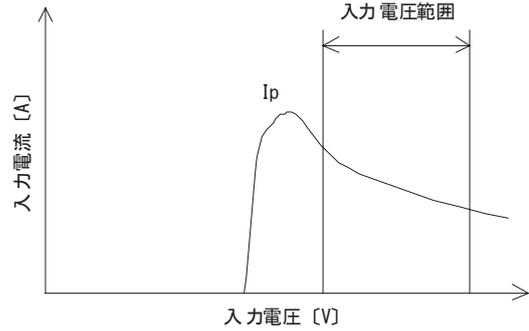
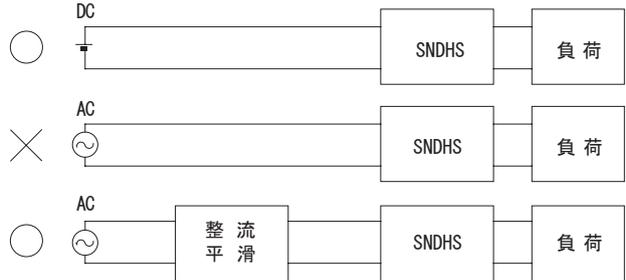
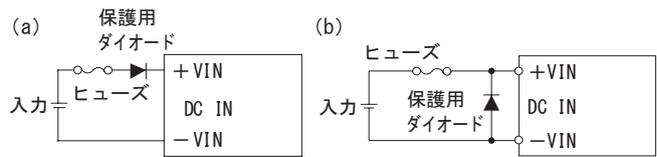

図3.2 入力電流特性
図3.3 AC入力での使用
図3.4 逆接続防止
- 入力電源にはDC-DCコンバータ立上げ時の電流 I_p (図3.2) を考慮した、充分余裕のある電源を設定してください。
(3) AC入力での使用
- SNDHSシリーズはDC入力専用です。ACでの使用時は、電源入力に整流平滑回路を接続してください (図3.3)。
(4) 逆接続の防止
- 入力端子に極性逆の電圧が加わると故障します。極性逆の電圧が加わる可能性がある場合は、図3.4のような保護用の回路を外付けしてください。